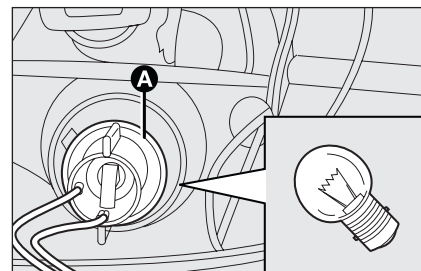

fig. 23
- ☐ tourner dans le sens contraire des aiguilles d'une montre la douille **A**-fig. 23 et l'extraire ;